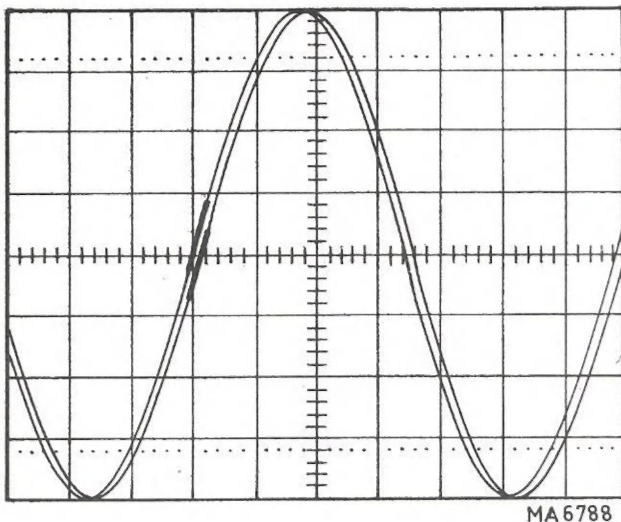

Abb. VIII-14. Phasendifferenzmessung; der verstärkte Teil des Signals befindet sich am Schnittpunkt des Signals mit der Mittellinie
- Schalter TIME/div. der verzögerten Zeitablenkung so einstellen, dass ein möglichst kleiner Teil des Signals hervorgehoben wird, siehe Abb. VIII-14. Eine geringe Korrektur der Helligkeit des Elektronenstrahls kann erforderlich sein.